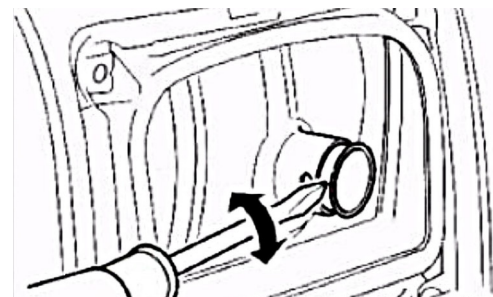

Abb. 53: Funkenschutz entnehmen
Schritt 4: Funkenschutz (Abb.53) entnehmen.